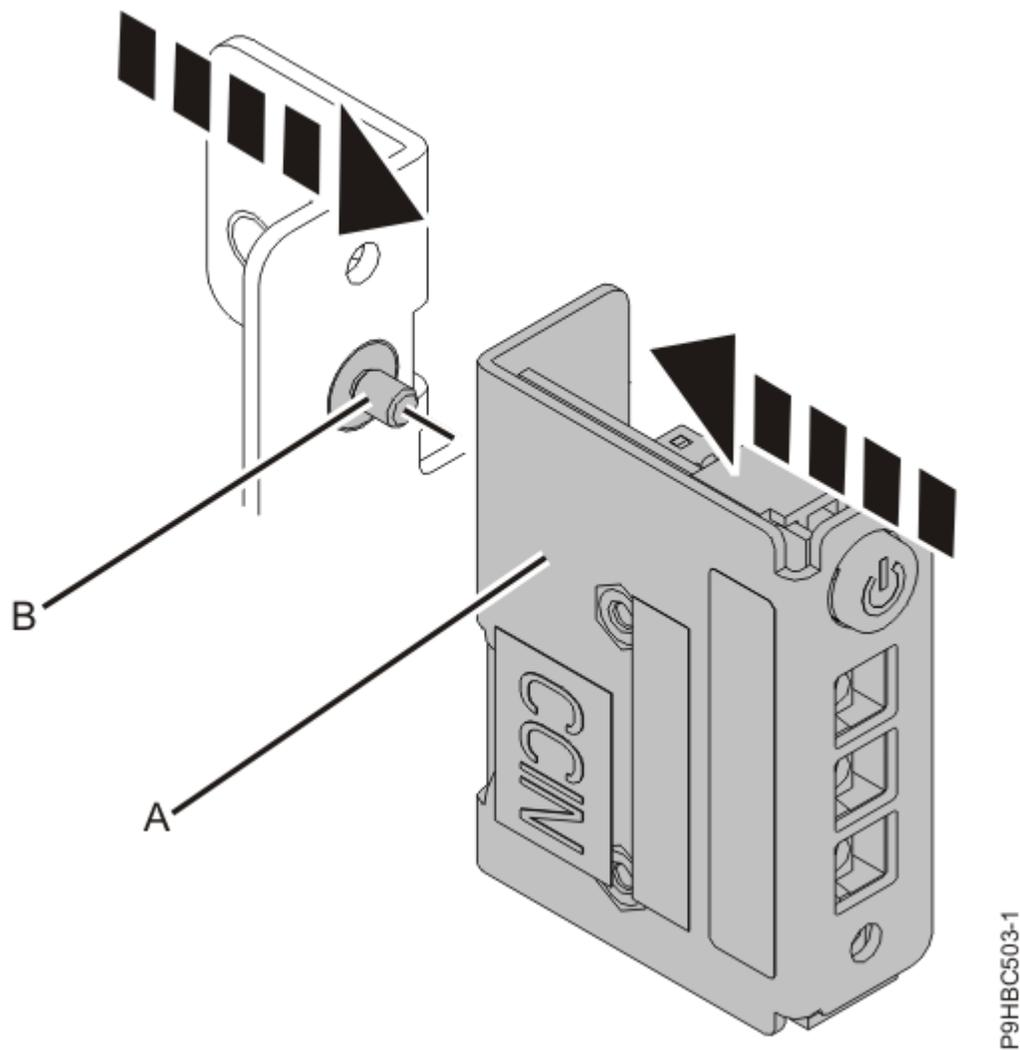

Figura 79. Substituir o painel de controlo no suporte para um sistema montado em bastidor
6. Para um sistema montado em bastidor, ligue o painel de controlo **(A)** ao suporte com o parafuso **(B)** conforme apresentado na Figura 79 na página 84.